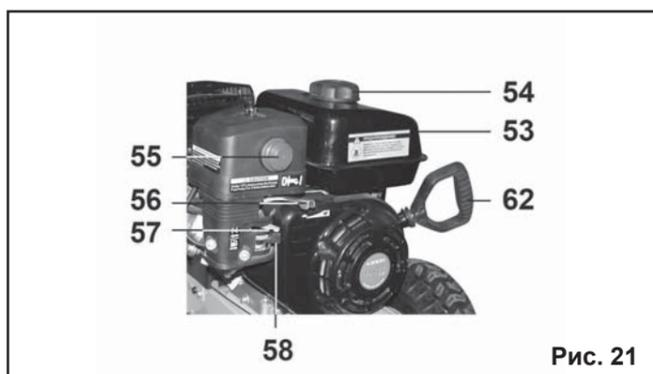

Рис. 21
8.2.4. Вставьте ключ зажигания в замок зажигания (60) на панели управления (61). Поверните его в положение "ON" (Рис.21).
**Внимание!** Если при перемещении ключа в замке зажигания (60) сработает, предохранитель и кнопка (72) на панели управления (61) переместится в верхнее положение. Переместите ключ зажигания в положение "OFF" (выключено) и проверьте правильность подключения аккумуляторной батареи. После контроля подключения аккумуляторной батареи замкните цепь предохранителя, нажав на кнопку (72).